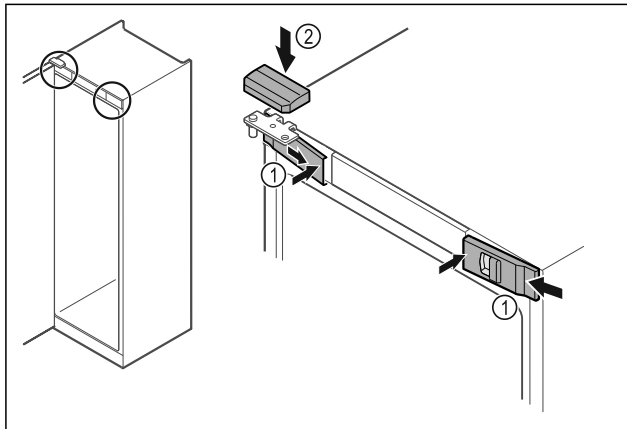

Fig. 48 *
- ▶ Kiinnitä etusuojukset Fig. 48 (1) sivulta ja lukitse sisäpuolelta paikalleen.*
- ▶ Paina ylempi suojus Fig. 48 (2) yläkautta paikalleen.*